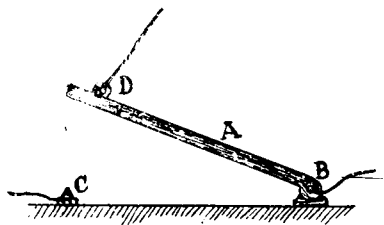

Рис. 69.
**Простѣйшіе пожароизвѣстители.** Можно устроить пожароизвѣститель еще болѣе простой, чѣмъ предыдущій, хотя нѣсколько и похожій на него по устройству (рис. 69). Въмѣсто трубки берется тогда металлическая пластинка А, точно такъ же вращающаяся вокругъ неподвижнаго стержня В. На одномъ уровнѣ съ этимъ стержнемъ,